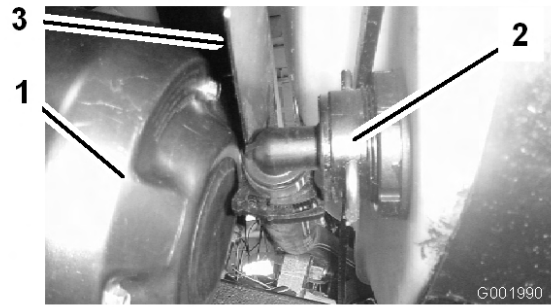

図 52
3. タンクの前壁の下にあるホースを外す(図 52)。
**注** 防熱シールド(図 52)を押しのけないとカバーが取り外せない場合があります。
7. タンク前面下のホースを接続する（図 52）。